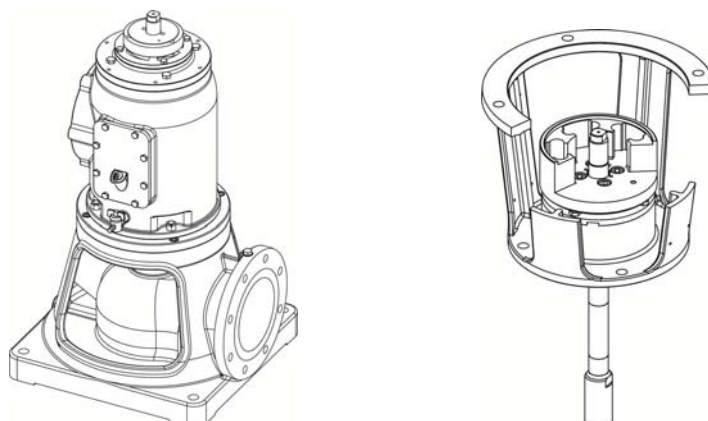

Figure 10
- Recouvrir d'une légère couche de graisse graphitée le filetage de l'arbre de transmission et la surface d'appui de l'écrou de réglage (fig. 10).